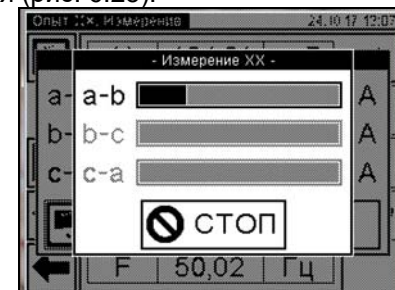

Рисунок 6.25
10) После завершения установки напряжения нажать на кнопку  Измерение (рисунок 6.24) для запуска собственно измерения по данным фазам. На экране появится окно, демонстрирующее динамику измерения (рис. 6.25).